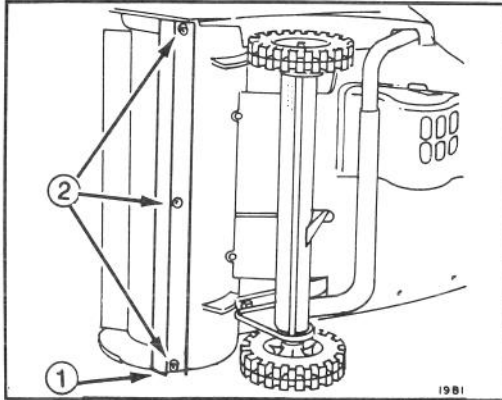

Abb. 7
2. Die Schneefräse auf die Seite kippen. Sicherungsmuttern und Schlossschrauben, mit denen die Schürfleiste befestigt ist, entfernen (Abb. 7). Schürfleiste vom Gehäuse wegnehmen.